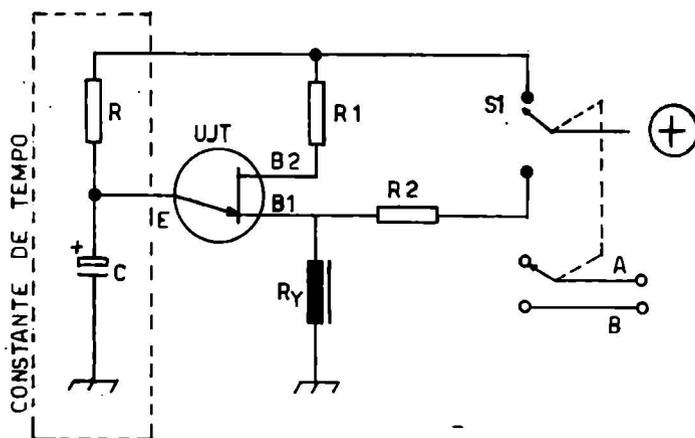

Figura 1
Após todos os aborrecimentos por que passei, resolvi criar o meu próprio circuito, procurando resolver todos os problemas encarados anteriormente. Após alguns arranjos, terminei por satisfeito com o seguinte circuito, representado pela figura 1.
Normalmente a junção Base 1/ emissor, apresenta uma resistência muito elevada, mas para um determinado valor de tensão, a mesma entra em condução, apresentando uma resistência muito baixa, como no exemplo da Neon. Pois bem no circuito da figura 1, C vai adquirindo uma certa carga por meio de R, até atingir o potencial em que a junção B1/E do UJT, entre em condução, fazendo com que toda a carga do capacitor, se descarregue por meio da resistência ôhmica da bobina do relé RY, energizando-o; após o que toda a operação se repete.
O autor se utilizou dos valores originaís do esquema da figura 1 e conseguiu um retardamento de tempo de 30 minutos máximo e de poucos microsegundos mínimo ajustando-os por meio de um potenciômetro.
R.1 não é crítico (figura 1) e é o responsável pela es-
O operador j tem o poder de nos informar ou mesmo de nos descrever o por que certas quantidades elétricas em circuitos de C.A. são diferentes em termos de uma lógica matemática observada em circuitos resistivos de corrente contínua. Um exemplo elucidado melhor esta situação ou este mistério. Suponhamos que temos um gerador de C.A. com 120 volts, colocado em série com um resistor e um capacitor, como indica a figura 1. Um voltímetro colocado no resistor indica a tensão de 96 volts. Pergunta-se:
Quando salientamos que a tensão no capacitor deveria ser de 24 Volts, estávamos aplicando a análise matemática relativa aos circuitos de corrente contínua. E, para tal análise, os circuitos de C.A. já não são mais verificados. É nesta situação então, que entra o estudo do operador "j" para poder justificar os 72 Volts existentes nos terminais do capacitor, relativo ao circuito da figura 1.
A solução, matemática, inclusive de circuitos da figura 1 é feita através de representação cartesiana dos eixos X e Y, sendo que na expressão, por exemplo,  $E = a +$